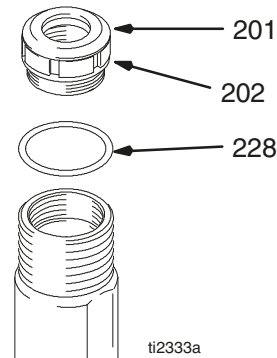

Fig. 13
Fig. 13. Instale o vedante (201) na porca do vedante (202). Instale o espaçador de ajustagem (228) na porca do vedante. Instale folgadoamente a porca do vedante no cilindro.